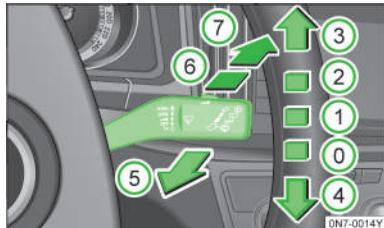

图 72
- 向下短按车窗玻璃刮水器操作杆»图 72，见第 49 页 4。